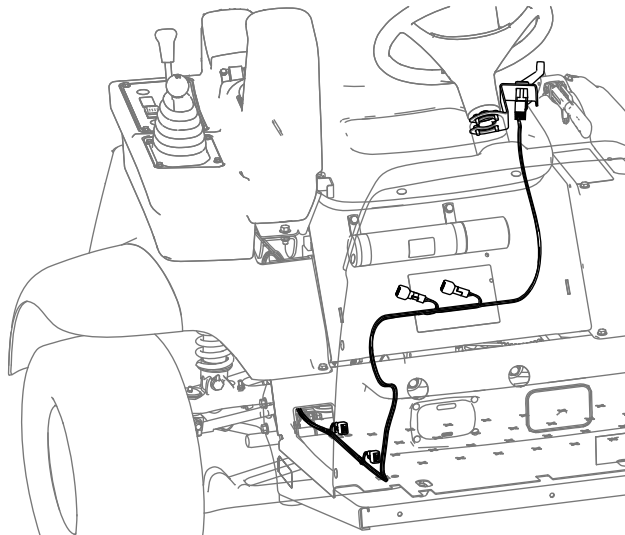

Figure 9
6. Acheminez le faisceau sous le panneau sur le plancher et faites-le remonter jusqu'à la colonne de direction (Figure 9).